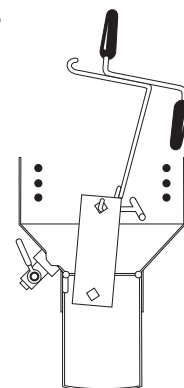

Рисунок 5
15. Погрузите нагревательную пластину в маслосборник с помощью отводного крюка корзины (рисунок 5).